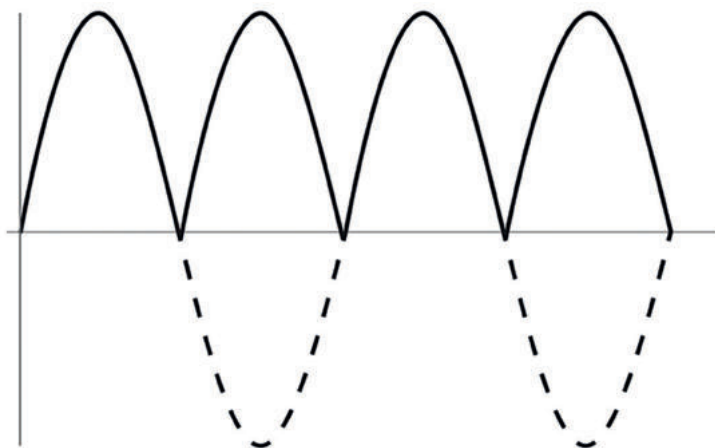

Figura 3 – Il valore quadratico di ogni singola parte della forma d'onda farà sì che le porzioni negative diventino positive
- Calcolare il valore quadratico di ogni singola tensione costante. Il valore quadratico di ogni singola tensione converte tutte le tensioni, indipendentemente dal fatto che siano originariamente positive o negative, in valori positivi. Vedere Figura 3.